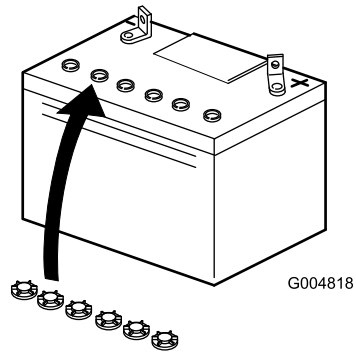

Figura 5
6. Coloque los tapones de llenado de la batería (Figura 5).